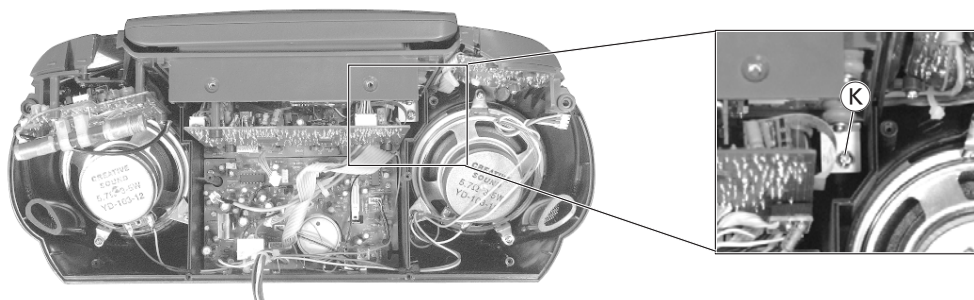

Fig. 5
- Schraube **K** (Fig. 5) herausdrehen.
- Undo screw **K** (Fig. 5).
- Schraube ⑥ (Fig. 5) herausdrehen.
- Undo screw ⑥ (Fig. 5).